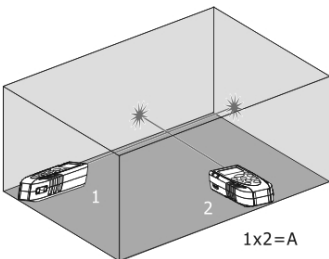

Abb. 7: Beispiel von Oberflächenmessung
3. Drücken Sie die Taste oder die **MEAS** Seitentaste zur Durchführung der ersten Messung (Länge) der betroffenen Oberfläche (siehe Abb. 7). Der entsprechende Wert erscheint auf dem ersten Teildisplay. Das Symbol "" erscheint auf dem Display mit blinkender Seite "2"
4. Drücken Sie die Taste oder die **MEAS** Seitentaste erneut zur Durchführung der zweiten Messung (Breite) der betroffenen Oberfläche (siehe Abb. 7). Der entsprechende Wert erscheint im zweiten Teildisplay und der (aktualisierte) Gesamtwert der Oberfläche erscheint im Ergebnisdisplay